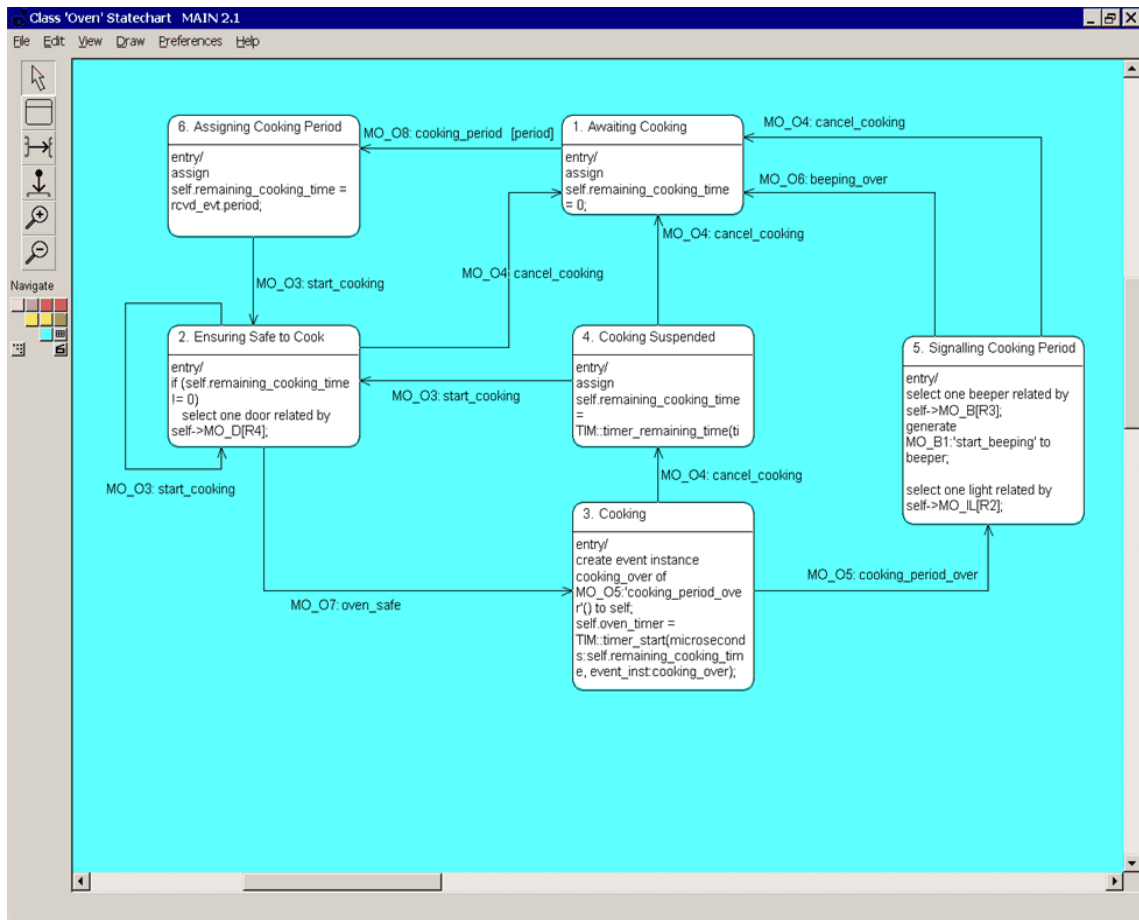

図 4-9: クラスのステートチャートエディタ
- 青色の[SC]ボタンをクリックして、有効なステートチャート操作のメニューを表示し、[Show] を選択します。図 4-9 に示すように、Oven ステートチャートが別のウィンドウに表示されます。Microwave Oven クラス図で、[Oven] クラスを選択し、ナビゲーションツールの一部を構成している青色のボタンをクリックすることによって、クラス図から Oven ステートチャートにアクセスすることも可能です。